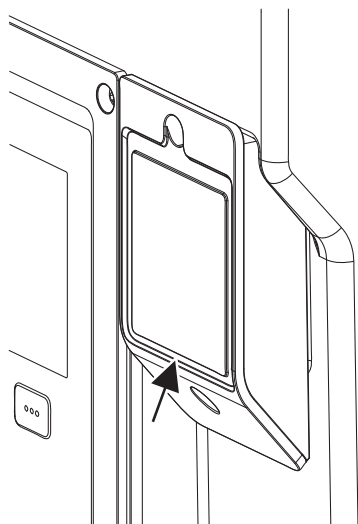

Fig. 28: Couvercle du module BT Wilo-Smart Connect
1. Desserrer la vis du couvercle du module Wilo-Smart Connect (Fig. 28) et ouvrir le couvercle.
En raison de sa conception, le module BT Wilo-Smart Connect ne peut être branché que dans un sens. Une autre fixation du module n'est pas possible. Le couvercle du module Wilo-Smart Connect (Fig. 28) sur la partie supérieure du module électronique maintient fermement le module dans l'interface.